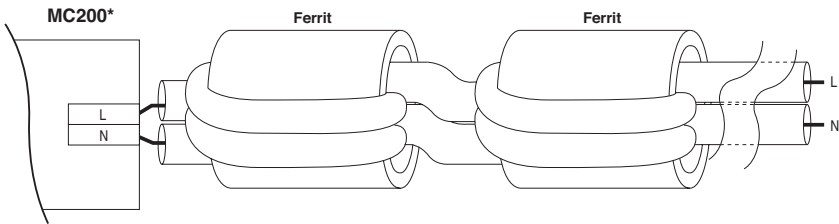

Fig. 4.a
- Im Fall der Verwendung eines E²V-Ventils müssen die Versorgungskabel der Platine durch ein MSFC-Ferritpaar (Code CAREL 0907858AXX) in der Nähe der Versorgungsklemme auf MasterCase2 gezogen werden (Abb. 4.a).